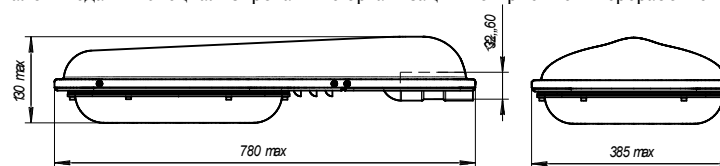

Рис.1
1.1. Светильник серии GALAD ПОБЕДА LED (рис.1) со светодиодными источниками света устанавливаются на опорах с Г-образным кронштейном диаметром от 32 до 60 мм под углом 15...20 град. к горизонту и предназначены для освещения улиц, дорог со средней и низкой интенсивностью движения транспорта, автостоянок, железнодорожных платформ, дворовых территорий и т.п.